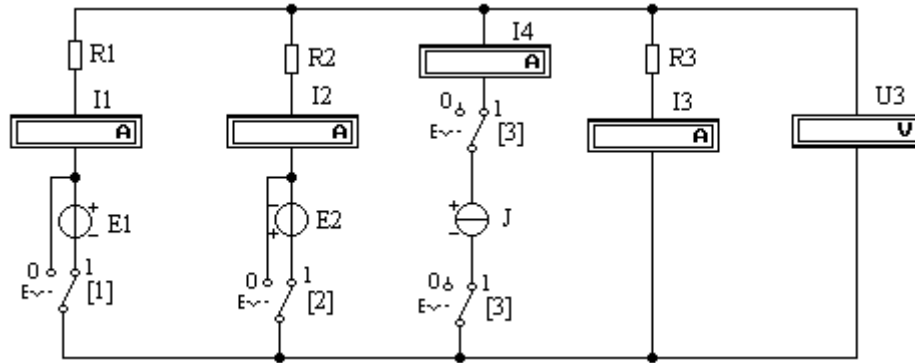
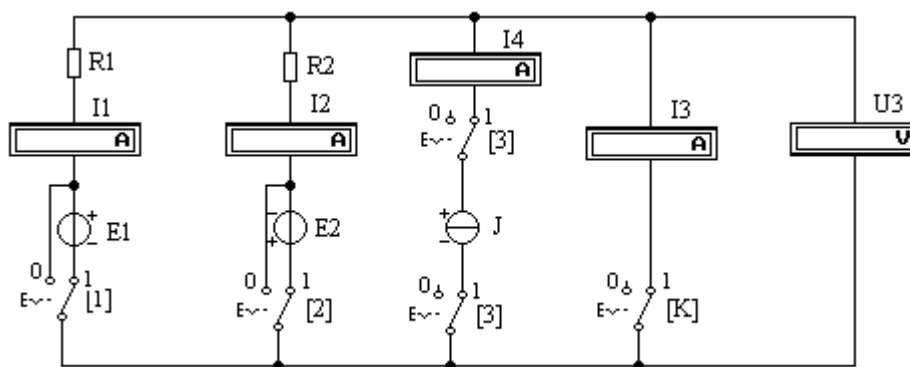

Рисунок 1
Рисунок 2
1. Собрать схему электрической цепи (рисунок 1). При сборке схемы амперметры и вольтметр подсоединить с соблюдением «полярности»
3. В схеме (рисунок 1) установить **все ключи в положение 1** (при необходимости нажать на клавиатуре клавиши 1, 2 и 3)
1. Собрать схему электрической цепи (рисунок 2). Для этого необходимо в схеме (рисунок 1) удалить элемент R3 и добавить ключ K.
2. Для определения параметра **эквивалентного генератора напряжения** $E_3 = U^{xx}$ в схеме (рисунок 2) установить **режим холостого хода**: переключатель «K» перевести в положение 0 (нажать на клавиатуре клавишу K).
4. Для определения величины J_Σ (параметр эквивалентного генератора тока) в схеме (рис.2) установить **режим короткого замыкания**: переключатель «К» перевести в положение 1 (нажать на клавиатуре клавишу К). Кнопку (0-1) перевести в положение «(1)». По завершении автоматических расчетов кнопку (0-1) перевести в положение «(0)». Показания амперметра $I_3=I_{K3}=J_\Sigma$ занести в таблицу расчетных и экспериментальных данных.
5. Для определения величины R_Σ (параметр эквивалентного генератора) в схеме (рис.2) переключатель «К» и ключи 1, 2, 3 перевести в положение 0 (схема преобразована в пассивный двухполюсник). Вместо вольтметра (рисунок 2) подсоединить